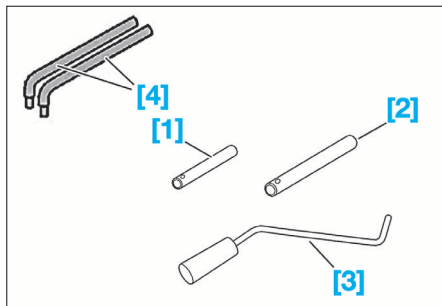

FIG. 38
- [1]. Outil de pigeage de l'arbre à cames (Fig.38).
- [2]. Outil de pigeage de l'arbre à cames (Fig.38).
- [3]. Outil de pigeage du volant moteur (Fig.38).
- [4]. Outil de dépose de la culasse (Fig.38).
- les deux vis (2) et (3) des roues dentées d'arbre à cames d'admission et d'échappement en les bloquant à l'aide des outils de calage [1] et [2] (Fig.38).
- Découler et basculer la culasse à l'aide des leviers [4] (Fig.38).
- Piger le volant moteur à l'aide de l'outil [3] (Fig.38).